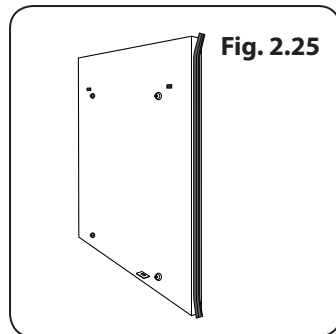

Fig. 2.25
- Et une cloison éco-énergie (Fig. 2.25)